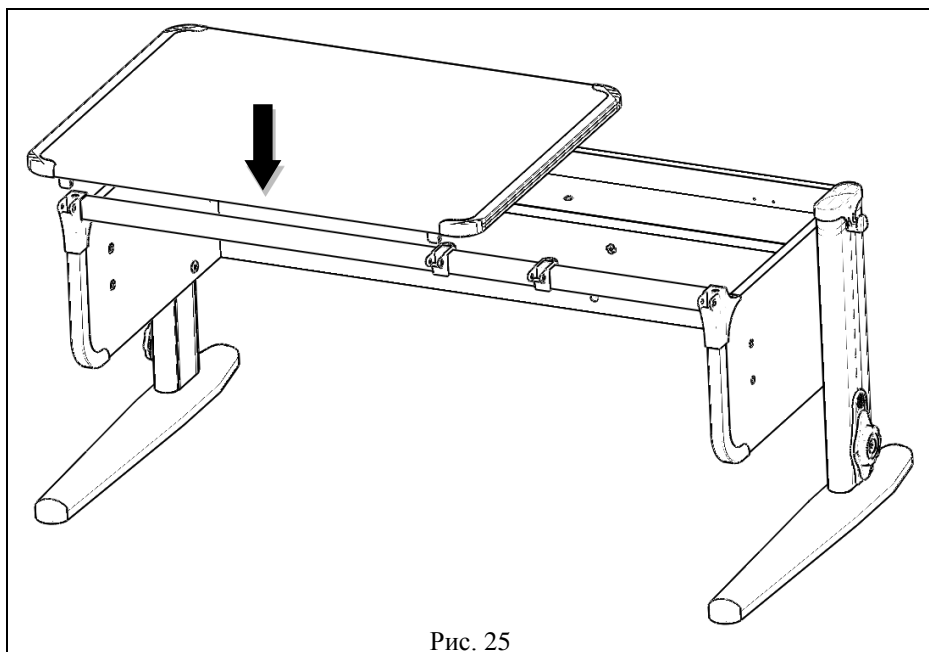

Рис. 25
5.6.1. На основание стола (сборка по п.5.4) положить сверху столешницу (сборка по п.5.5.2), так, чтобы выступы верхних частей шарниров входили в пазы нижних частей шарниров, а оси отверстий совпадали. В отверстия шарниров вставить СУТ.41.001. Ось (поз. 3, пакет № 143) и закрепить при помощи самореза с прессшайбой 4,2x16 (поз. 4, пакет № 143) см. рис. 25, 25а.
Рис. 25а